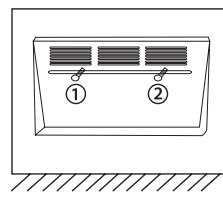

рис. 6
- Подвесьте конвектор (рис. 6) используя кронштейны для подвешивания (6) расположенные на задней стенке устройства.